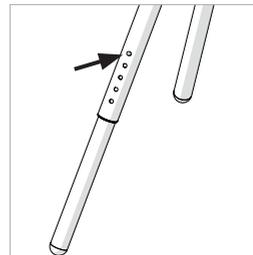

Fig. 3
- Presione hacia dentro el pasador de bloqueo de la pata interior (**Fig.3**) y deslícelo fuera de la pata interior hasta la posición deseada.
- Ajuste las cuatro (4) patas, asegurándose de que todas están ajustadas a la misma longitud.